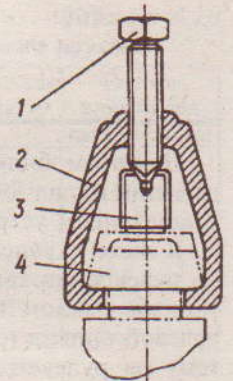

Рис. 7.4 Съемник сошки рулевого механизма: 1 - винт; 2 - захват съемника; 3 - вал сошки; 4 - сошка
- ✓ ключом на 27 мм, отворачивая гайку 2, выпрессовать сошку 3. При опущенной передней подвеске, но неотсоединенными рулевыми тягами, для снятия сошки рулевого механизма можно применить специальный съемник (рис. 7.4). Для снятия сошки захват съемника подвести под торец сошки и, заворачивая винт, снять сошку;